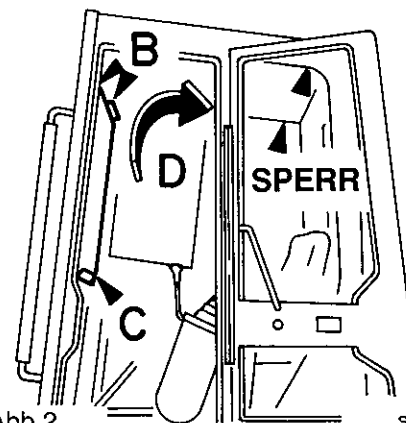

Abb.2
2. Heben Sie das Fenster am Griff "C" in die angegebene Pfeilrichtung "D" und schieben Sie es nach hinten (siehe Abb.2).